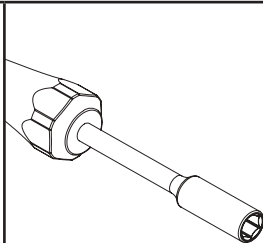

Figura 2
- 2.** Desmonte el inyector girándolo con la ayuda de un destornillador (7 mm) con la punta como se muestra en la figura 2.